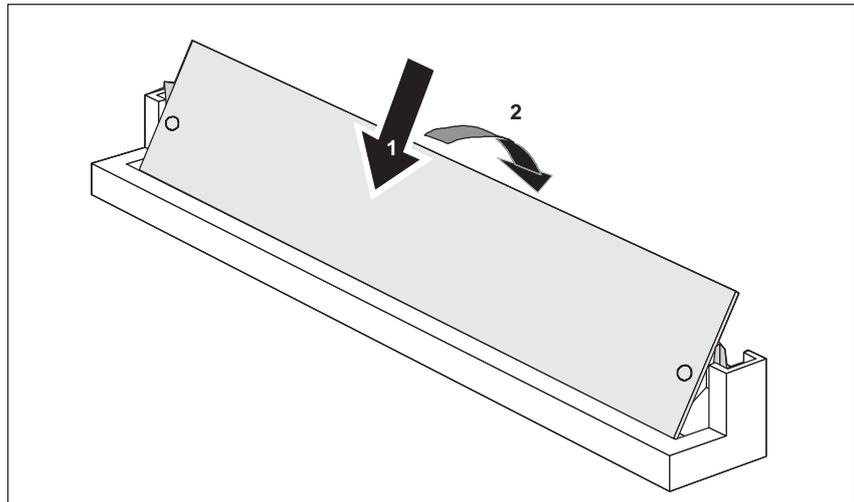

Bild 2-2 Speichermodul einbauen
6. Beachten sie beim Einbauen, daß die Module gemäß Bild 2-2 richtig gesteckt sind.